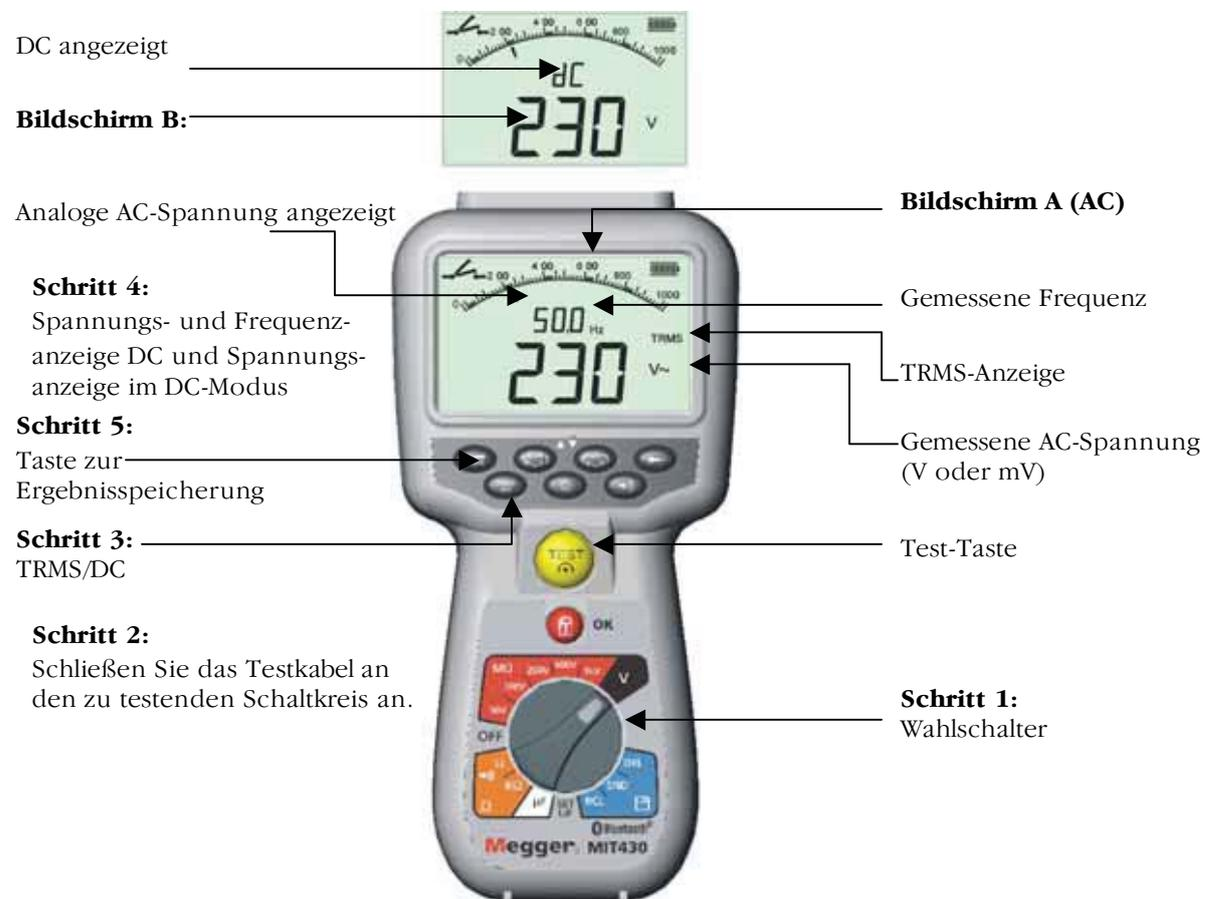

Abb. 5 Spannungs- und Frequenzmessung
Verfahren zur Spannungs- und Frequenzmessung (siehe Abb. 5)
4. Die gemessene Spannung wird auf der digitalen Hauptskala in Einheiten von V oder mV entsprechend des TRMS-Modus angezeigt. Die gemessene Frequenz (Hz) wird zur gleichen Zeit auf den Testgeräten der Modelle MIT410, MIT420, MIT430, MIT 481 und MIT 40X angezeigt (siehe Bildschirm A). Die Darstellung im DC-Modus ist in Abb. 5 auf Bildschirm B angezeigt.